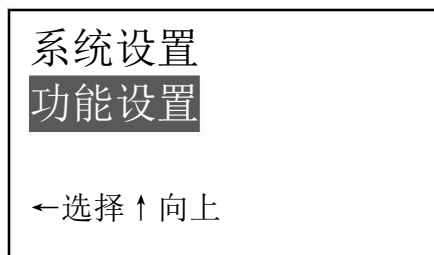

图 32
- c. 用↑或↓键选中功能设置，按←键进入（如图 32）。
- 用 ↑ 或 ↓ 键选中功能设置，按  键进入（如图 32）。
- a. 用 \uparrow 或 \downarrow 键选中功能设置，按 \leftarrow 键进入（如图 32）。